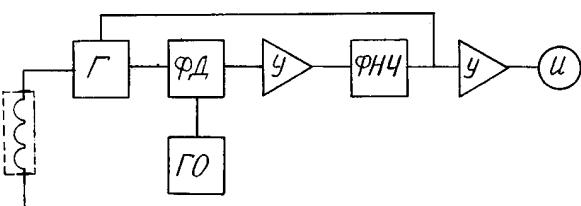

рис. 1
Структурная схема прибора показана на **рис. 1**. Фазовый детектор (ФД) сравнивает фазы колебаний опорного (Γ_O) и перестраиваемого (Γ) генераторов. В зависимости от разности фаз вырабатывается напряжение ошибки, которое усиливается усилителем (Y), фильтруется в фильтре нижних частот (ФНЧ) и управляет частотой перестраиваемого генератора. Если разность частот невелика, то частоты генераторов синхронизируются. Для увеличения чувствительности напряжение ошибки усиливается в усилителе постоянного тока (Y) и подается на индикатор. При точном соответствии частот генераторов показания индикатора равны нулю.